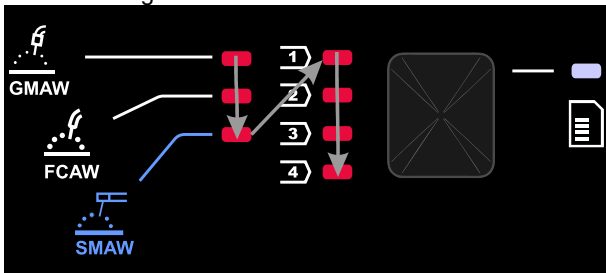

Abbildung 8
- Drücken Sie erneut die linke Taste [30], die die Schweißprogrammnummer (41 oder 42) wechselt zum nächsten Programm in der in Abbildung 8 gezeigten Reihenfolge.